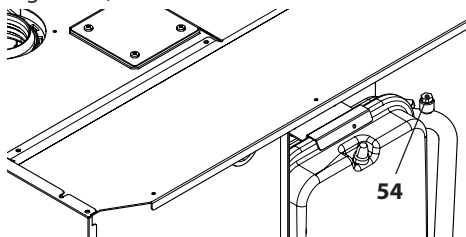

Figura 6.4
- Allentare lo sfiato serpentino bollitore 54 (Figura 6.4).
- Riempire l'impianto di riscaldamento vedi sezione "Riempimento del circuito riscaldamento" a pagina 20 e richiudere lo sfiato serpentino bollitore 54 in Figura 6.4 quando da questo inizia ad uscire acqua.